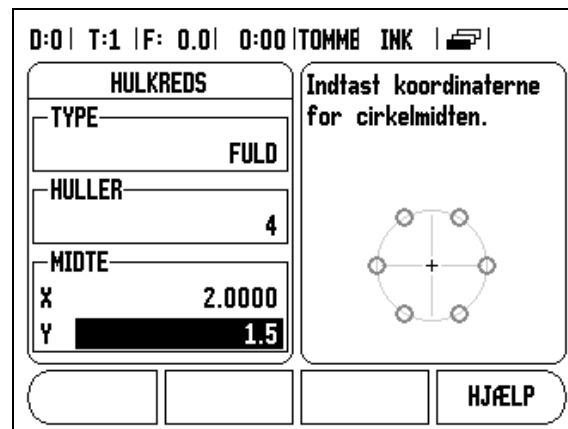
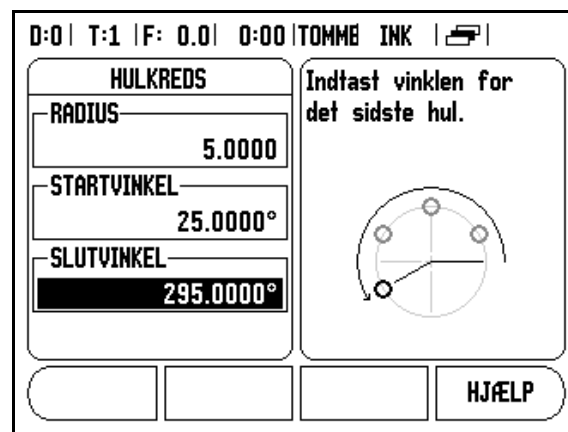

Fig. I.18 Start på skærbilledet cirkel-mønster
Fig. I.19 Side 2 af skærbilledet cirkel-mønster
**Eksempel: Indlæs data og udfør et cirkel mønster.** See Fig. I.18 & Fig. I.19.